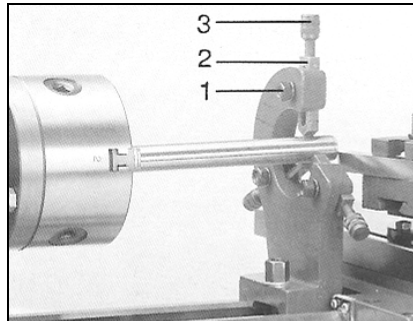

Fig 17
Faire tourner les vis moletées (3, Fig 17) jusqu'à ce que tous les mors lisses (2) touchent la pièce d'œuvre sans la bloquer.